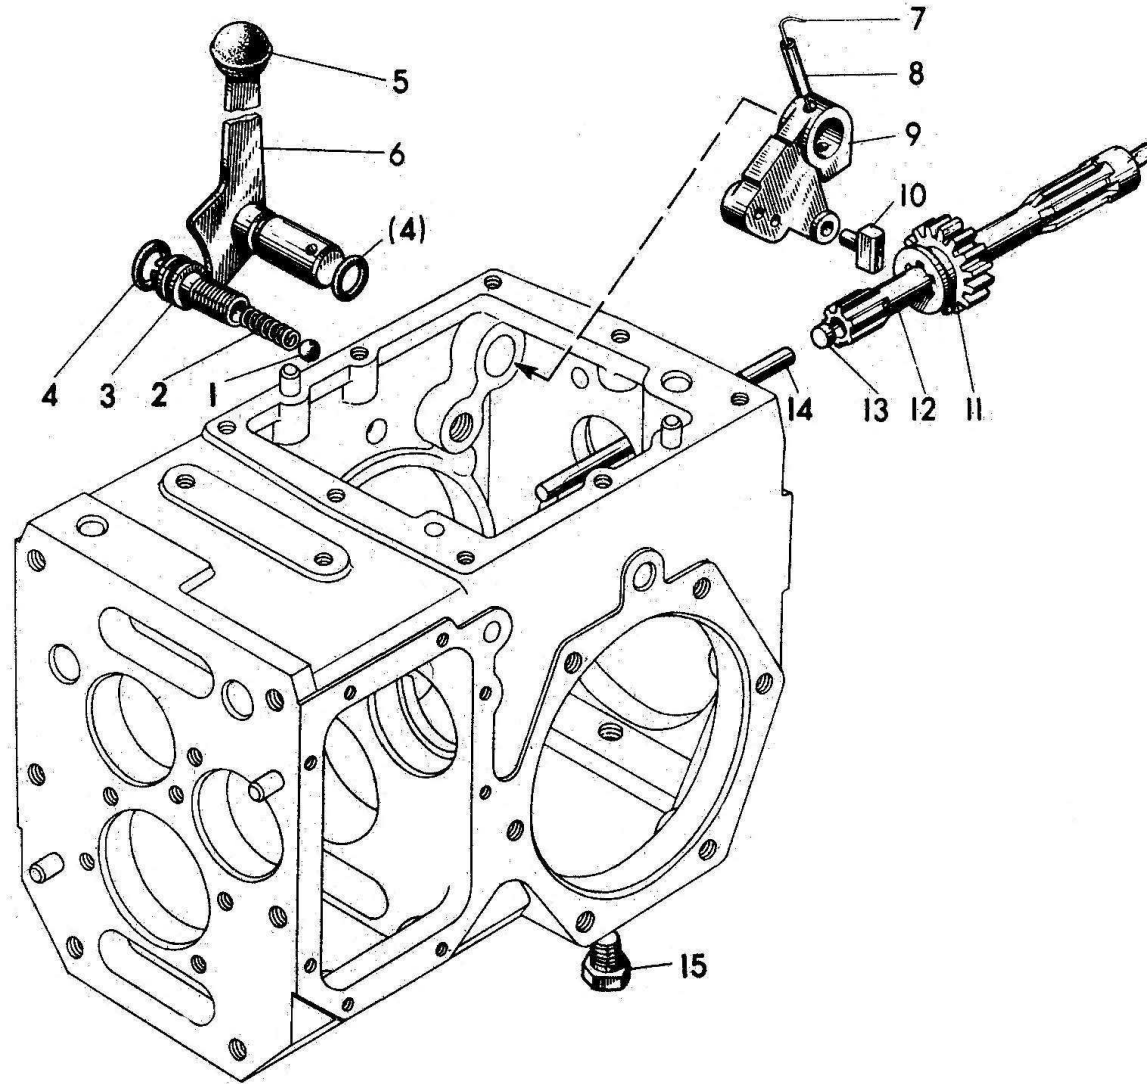

Рисунок 11 – Управление и привод ВОМ
**05-4216. Управление и привод ВОМ (рисунок 11)**